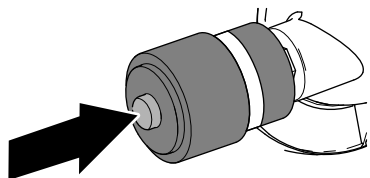

Figura 111
1. Se compare una striscia rossa nell'indicatore di manutenzione, premete il pulsante di ripristino all'estremità dell'indicatore (Figura 111)